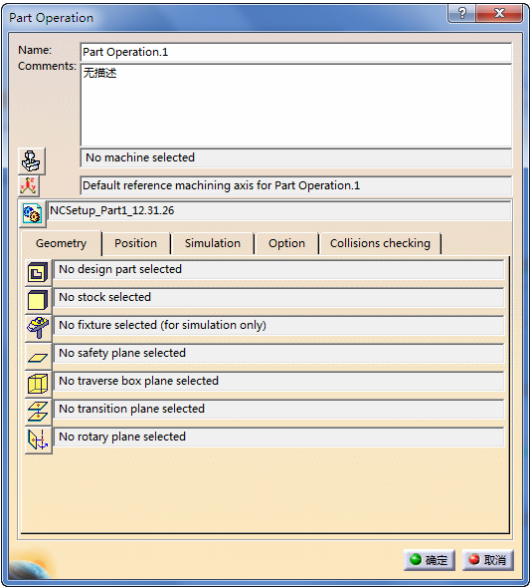

图 4-38 “Part Operation”对话框(2)
1) 在特征树上双击“Part Operation.1”节点,弹出“Part Operation”对话框(2),如图 4-38 所示。